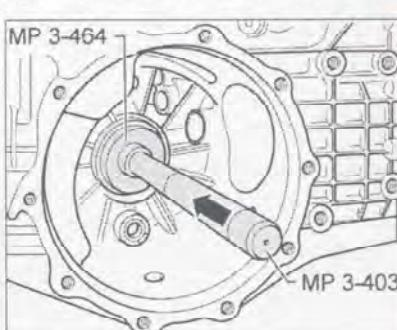

Рис. 7.293. Установка наружной обоймы малого роликоподшипника.
20. Запрессуйте наружную обойму малого роликоподшипника с помощью специального инструмента (рис. 7.293).